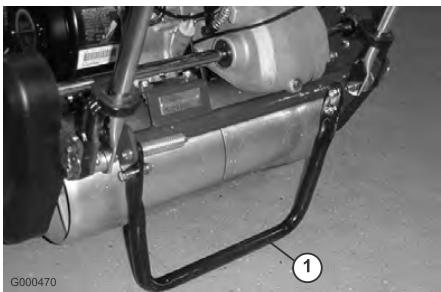

Figura 18
- Con il piede, abbassate il cavalletto, quindi alzate il sostegno della stegola finché il cavalletto non gira in avanti, sopra il centro (Figura 18).